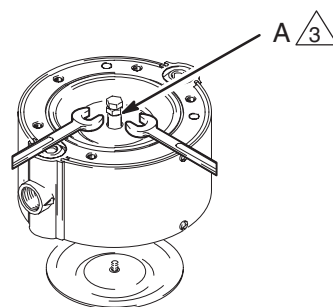

Fig. 5
2. Dévisser une membrane (6) à la main sur l'axe (5). Voir Fig. 5.
3. Visser l'écrou M8 (A) sur la vis M8. Visser la vis sur l'axe (5) jusqu'en butée. Visser l'écrou sur l'axe pour le bloquer.
4. Tenir l'écrou avec une clé ou un étau pour empêcher l'axe de tourner. Dévisser l'autre membrane (6) à la main.